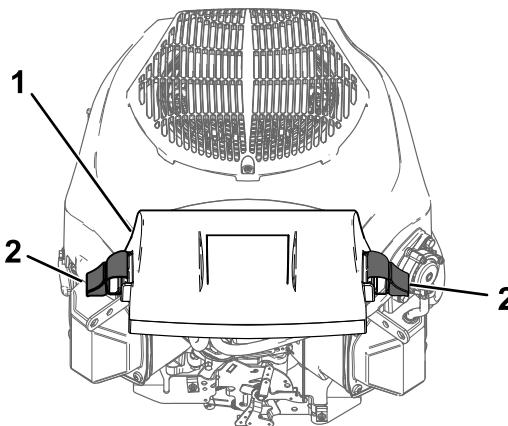

Figura 43
3. Instale la tapa y sujetela con los enganches (Figura 43).